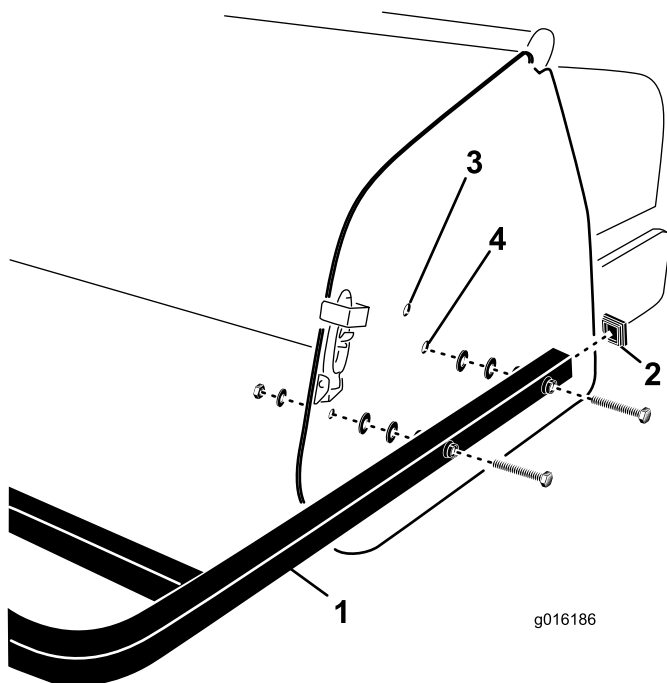

图32
1. 将端盖插入各后护罩管的端部 图32。
2. 将后护罩安装管中的孔与打孔机侧板中的孔对齐 图32。
3. 使用 4 个螺丝、扁平垫圈和螺母将护罩安装管固定到侧板 图32。